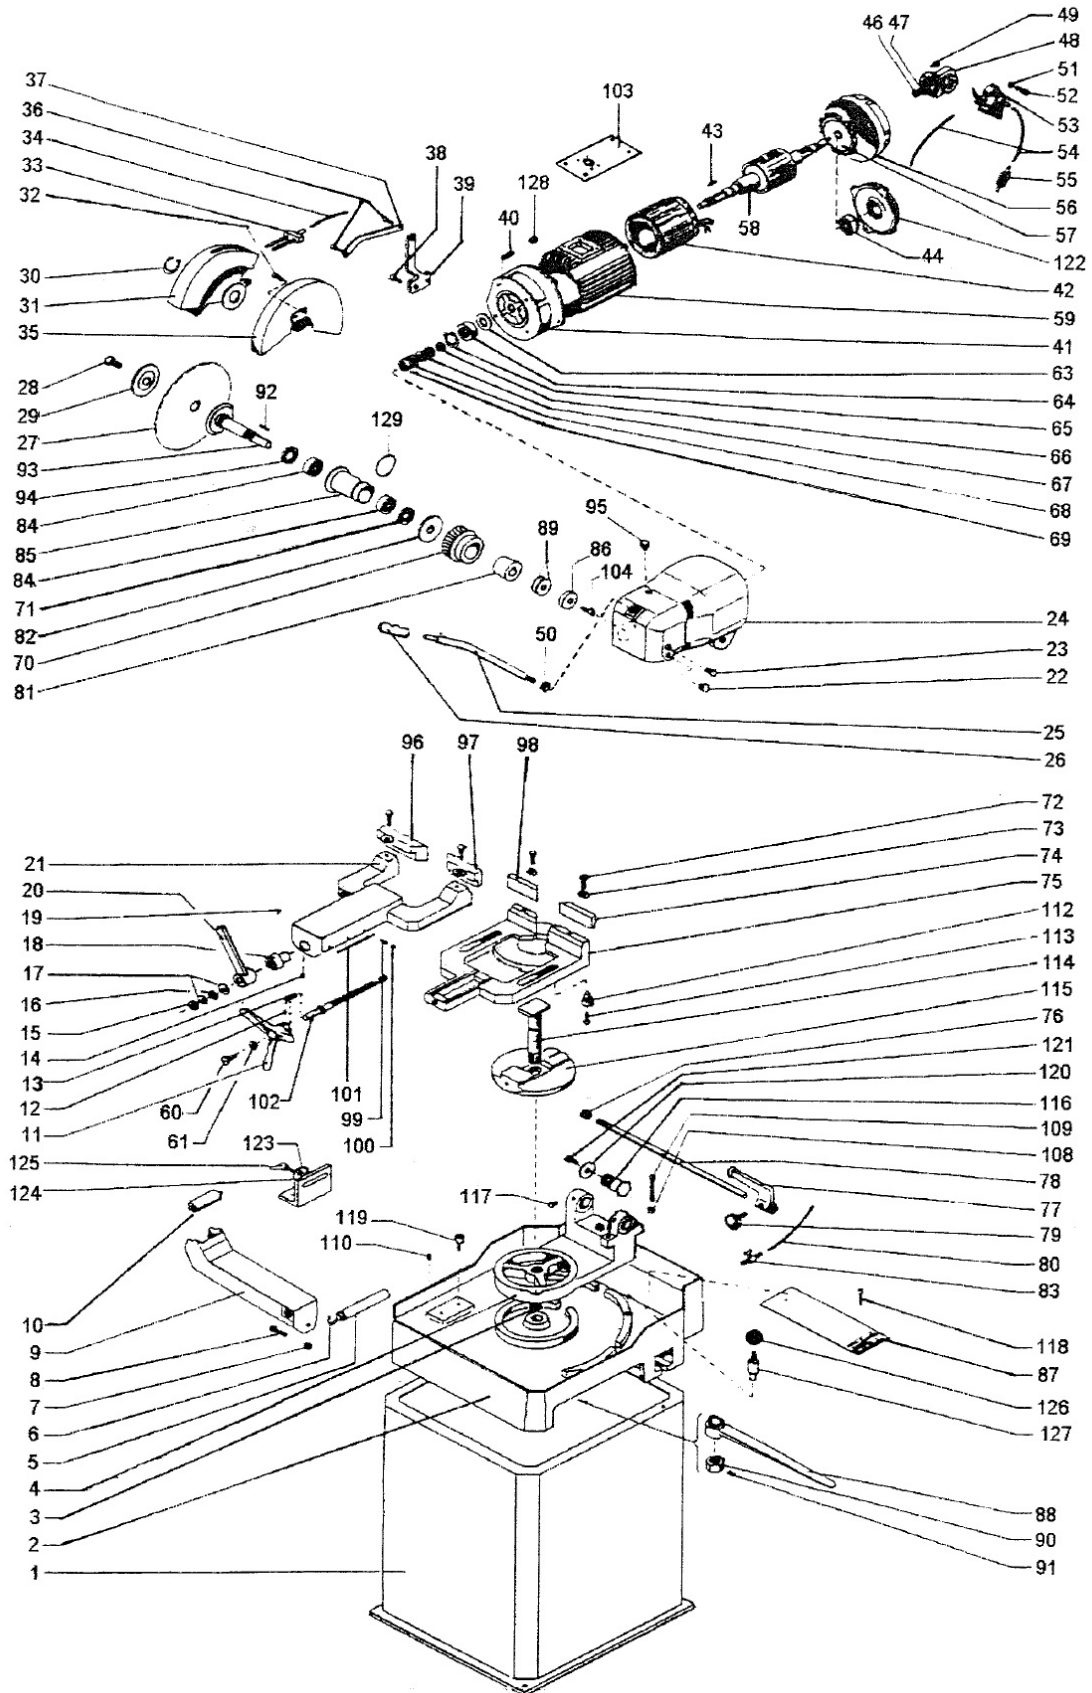

Abb. 16: Ersatzteilzeichnung 5 - MKS 315 R / MKS 316 R
- Schritt 3: Den Behälter von Spänen und Ablagerungen reinigen, den Filter [Abb. 16, 55] kontrollieren und eventuell ersetzen.